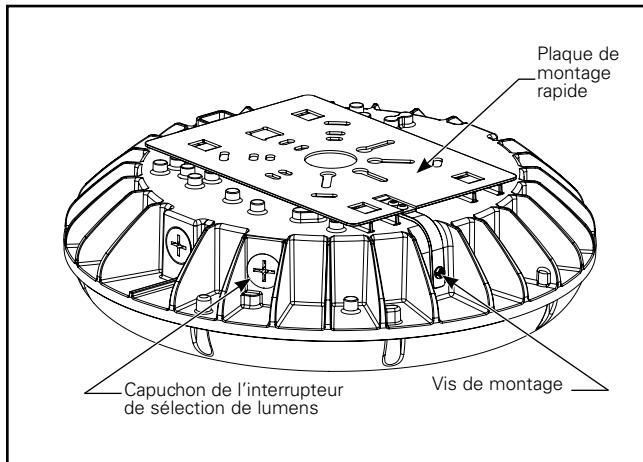

Figure 1.
1. Utilisez un tournevis à tête cruciforme pour retirer le capuchon de l'interrupteur de sélection de lumens (Figure. 1).
3. Utilisez un tournevis à tête cruciforme pour réinstaller le capuchon de l'interrupteur de sélection de lumens retiré à l'étape 1 (Figure 1). Serrez à un couple de 1,1 à 1,4 Nm (10 à 13 po-lb).
1. Retirez et conservez la vis de montage fixant la plaque de montage rapide au boîtier (Figure 1). Assurez-vous de conserver cette vis de montage qui sera utilisée plus ultérieurement pour terminer l'installation.
7. Fixez fermement l'installation en réinstallant la vis de montage retirée à l'étape 1 (Figure 1). Serrez à un couple de 0,5 Nm (5 po-lb).